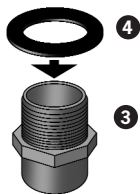

Abb. 9
- Dichtung auf Gewindeseite aufziehen (Abb. 9).